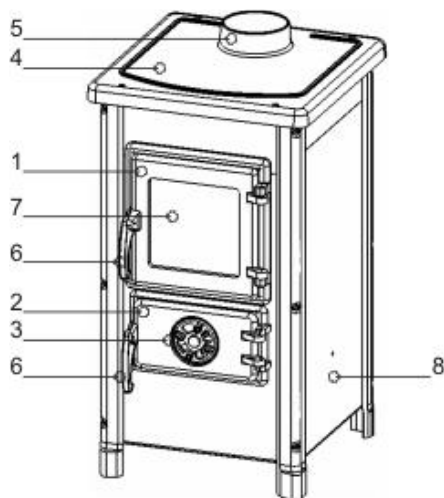

Рисунок 1.
Дверца топочной камеры (Рисунок 1, позиция 1) - чугунная и оснащена термостойким стеклом, дверца зольного ящика (Рисунок 1, позиция 2) - чугунная с регулятором подачи воздуха (воздушная заслонка, регулирующая интенсивность горения топлива)
(Рисунок 1, позиция 3).
- дверцу зольного ящика оставьте открытым до появления стабильного огня, после закрытия интенсивность горения регулируйте с помощью регулятора подачи воздуха (рисунок 1, позиция 3);
Регулятором первичного воздуха в печи Вы регулируете температуру, мощность и скорость сгорания топлива (Рисунок 1, позиция 3 ).